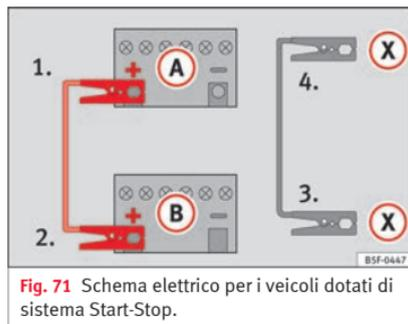

Fig. 71 Schema elettrico per i veicoli dotati di sistema Start-Stop.
– *Nei veicoli con sistema Start-Stop:* collegare un'estremità del cavo *nero* di emergenza (X) a un terminale di massa idoneo, a un elemento metallico massiccio avvitato al monoblocco del motore o al monoblocco stesso » fig. 71.
5. Collegare l'altra estremità del cavo *nero* (X), al monoblocco del motore del veicolo con la batteria scarica oppure ad un elemento metallico massiccio annesso al monoblocco e comunque non nelle immediate vicinanze della batteria (A).